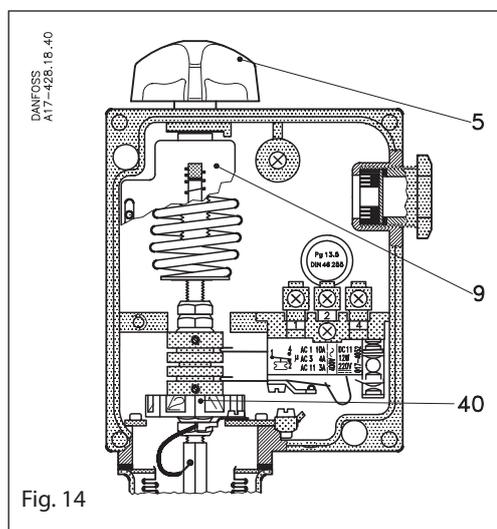
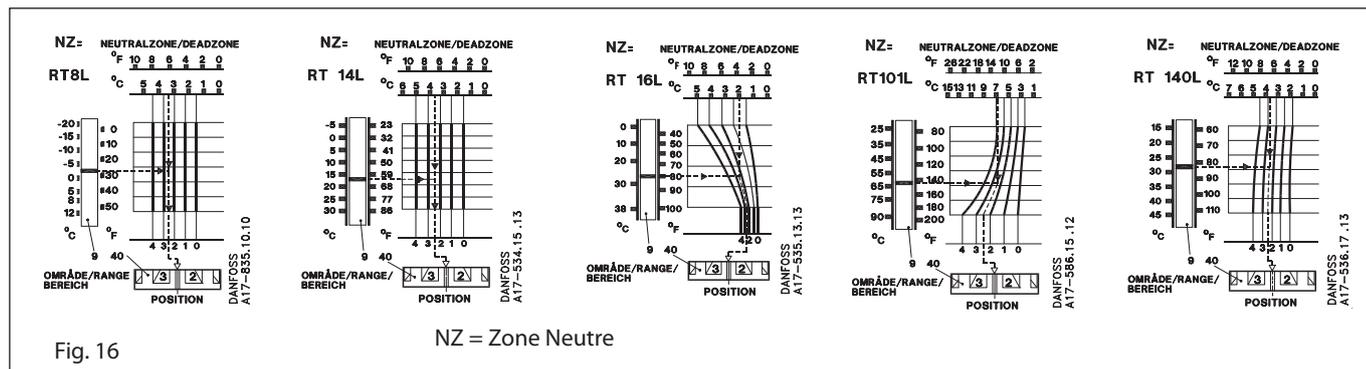

Fig. 14
Fig. 16
Régler la plage à l'aide du bouton (5) (fig. 14) tout en observant l'échelle principale (9). La valeur de réglage est la température d'ouverture du contact 1-4, fig. 14. Chercher la zone neutre appropriée dans le schéma de l'appareil visé (fig. 16).
Les lignes en pointillés du schéma RT 16L (fig. 16) se croisent sur la courbe de position 2.8 et la molette de zone neutre est réglé sur cette position.